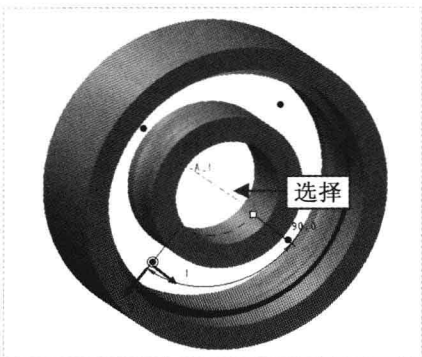

图 17-25 选择 A_1 轴
Step 03 选择刚创建的旋转特征，在“模型”选项卡中，单击“编辑”面板中的“阵列”按钮，弹出“阵列”选项卡，设置阵列类型为“轴”阵列，在绘图区选择 A_1 轴作为阵列中心轴，如图 17-25 所示。